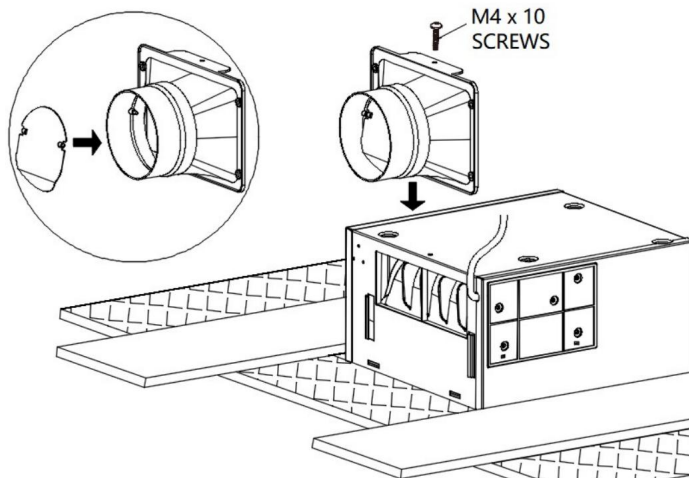

Fig. 5.
6. Montera plastplattan i kanalanslutningen. Montera sedan kanalanslutningen i fläkthuset och dra åt skruvarna. (Se bild 5.)